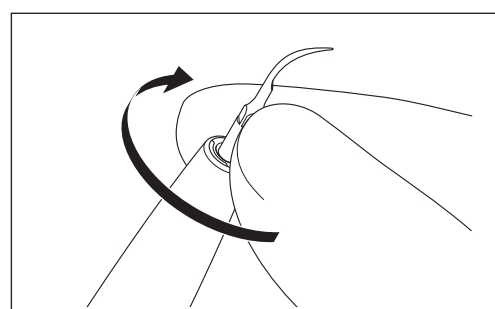

Fig. 15
- 2) Empurre a ponta para a extremidade distal da peça de mão e aparafuse a ponta até estar ligeiramente apertada (Fig. 15).